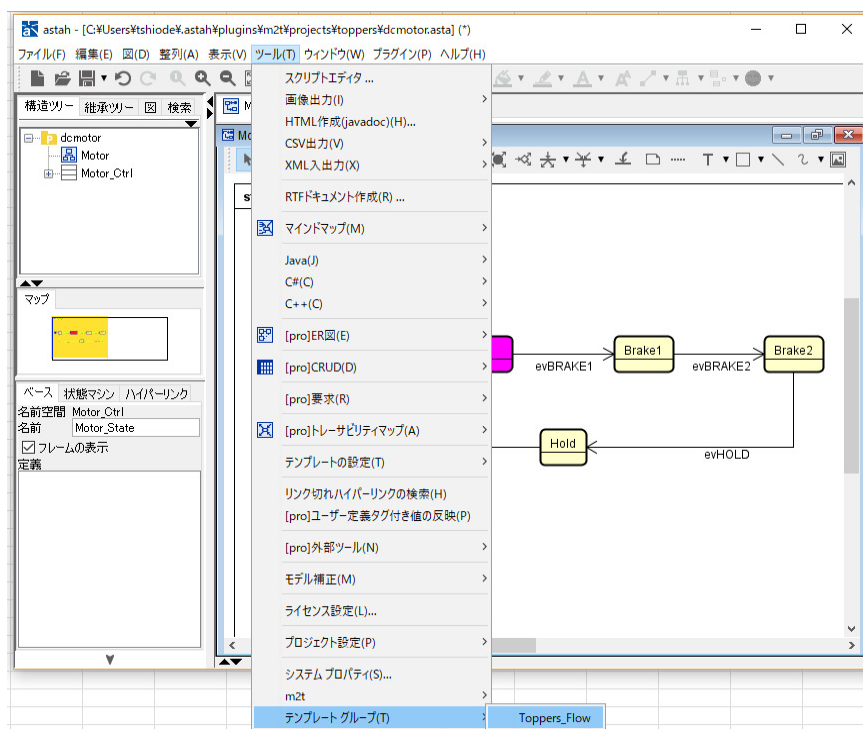

図 5 Toppers\_Flow の開始
2. 次に **astah\*** の **dcmotor.astah** のメニューから **Toppers\_Flow** プラグインを実行します図 5。開始のダイアログが出ますので **OK** を押してください